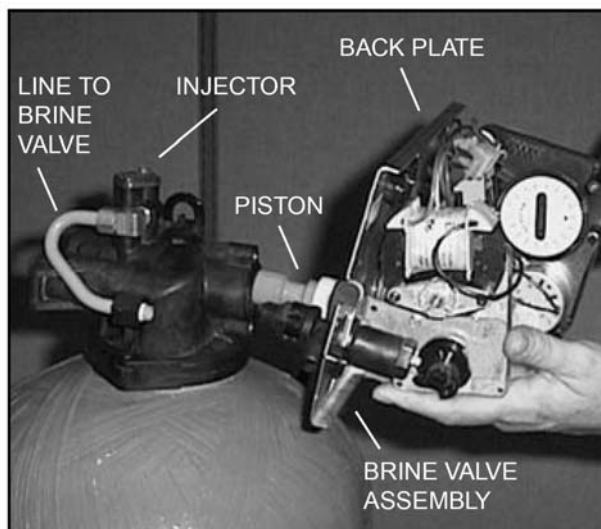

图1
5. 抓紧背板的两头，并往外拉活塞堵头使其脱离阀体（见图1），然后放在一边。
- 19.一只手拿住阀门背板，一只手扶住活塞，将活塞推入到阀体内，然后两只手扶住背板的两侧慢慢地将整个活塞组件全部推入到阀体内（见图1）。